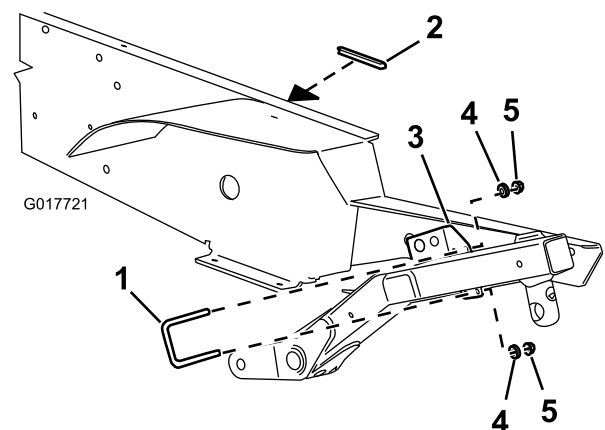

図 11
23. 上フレームの上部、ホースの下にトリムピースを取り付ける（図 11）。